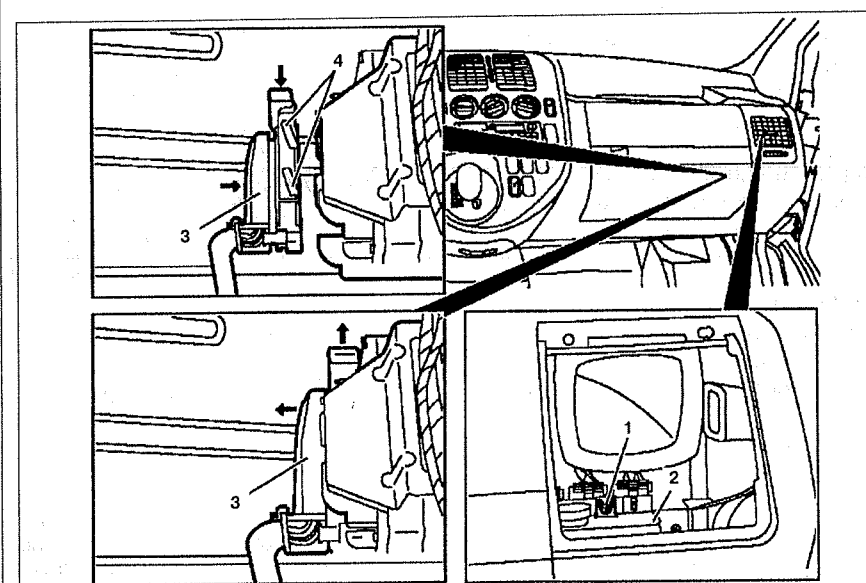

Рис. 6.58. Блок управления АКПП (автомобили с двигателем 104.900):
4. Открутите болт 1 крепления блока управления АКПП 2 на суппорте (см.рис.6.58).